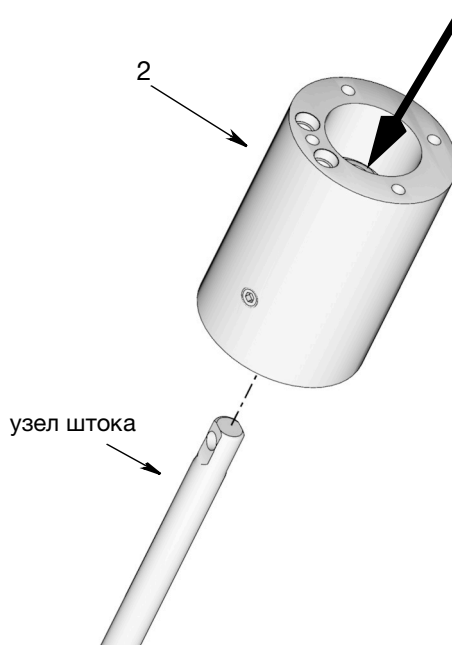

Рис. 32
19. Извлеките уплотнение впускного отверстия (207) и уплотнение (206). Утилизируйте эти детали. Используйте новые детали из ремонтного комплекта для обратной сборки.
20. Используйте молоток или резиновую киянку для выбивания узла штока из переходника насоса (2) в направлении, показанном на Рис. 32.